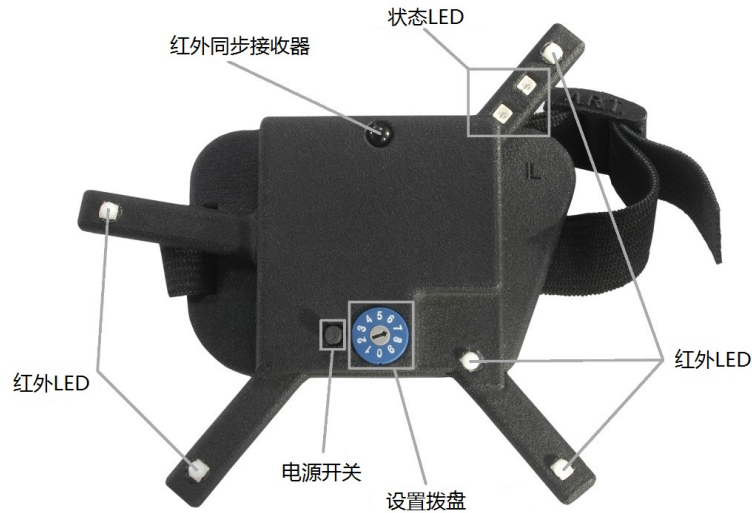

Figure 5.10: Fingertracking手部目标
- 一个主动手部目标固定在用户手背(见figure 5.10和table 5.4)。字母(L和R)代表左右手目标。无线同步信号由调制闪光提供。设备带有低电压可充电电池。
无线同步 在Fingertracking手部目标上的黑色球体是用于接收调制红外信号的同步接收器(见figure 5.10)。编码信号可由任何**ART**追踪摄像头生成，**ARTTRACK1**和旧的**ARTTRACK2**摄像头除外(序列号SN 320之前)。
On/off按钮 设置开关边有一个小型黑色按钮，它开启或关闭目标(请参见figure 5.10)。在关闭时，所有的红外IED都被关闭并且微型控制器进入待机模式。此时处于最低能耗状态。所以，当Fingertracking长期不用时(超过一周)，请取出电池从而避免过度放电而损坏电池。
设置拨盘 设置拨盘用于选择LED亮度和和手指数目(参见figure 5.10)。